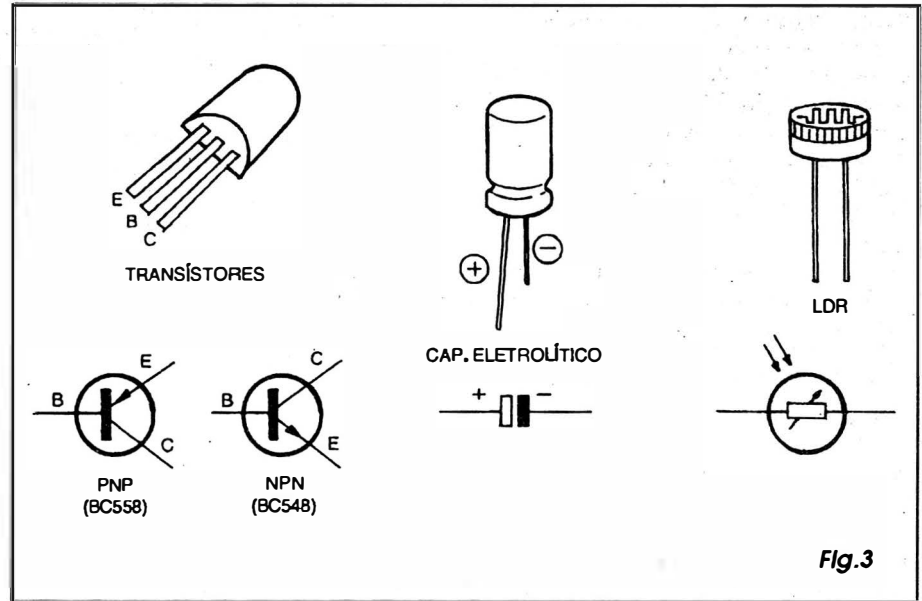

Fig. 3
- FIG. 3 - OS COMPONENTES MAIS INVOCADOS DA MONTAGEM... -